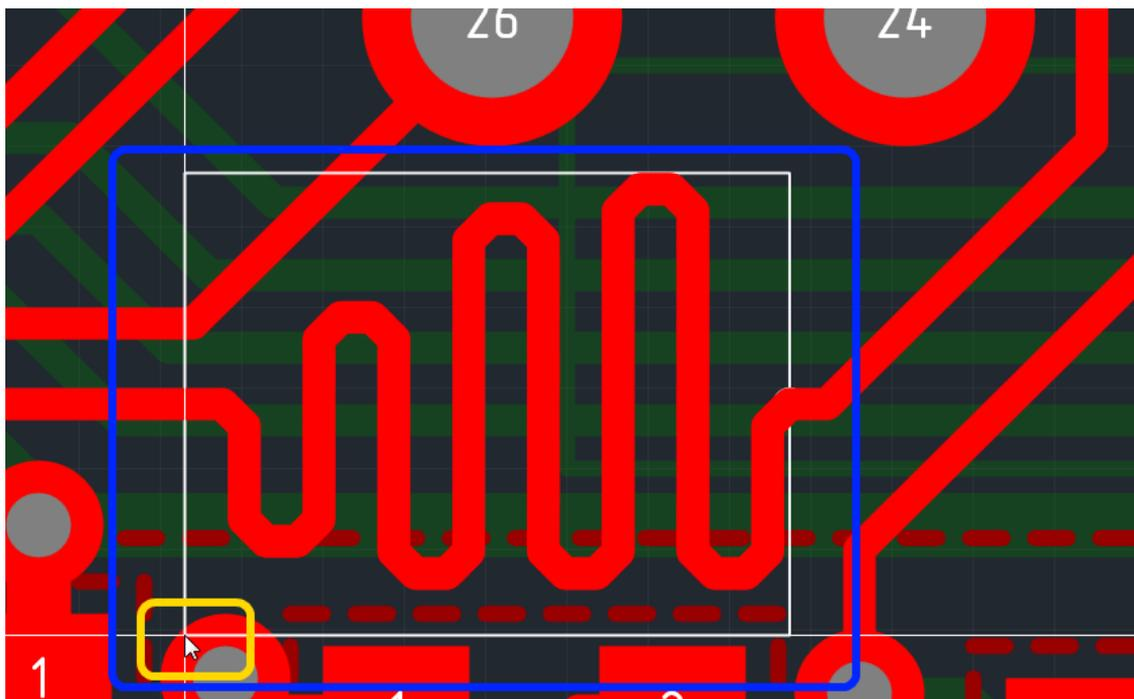

Рис. 77. Область размещения меандра
5. Переместить курсор мыши, формируя область размещения меандра, которая обозначается прямоугольником с белыми линиями, см. Рис. 77. При перемещении мыши отображается возможный вид меандра.